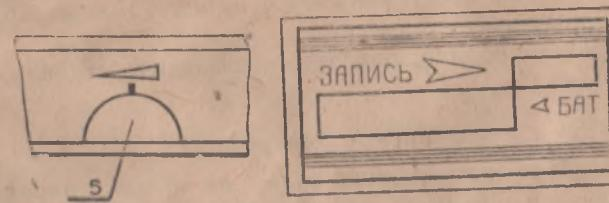

Рис. 6.
В режиме «Воспроизведение» индикатор показывает наличие напряжения источника питания. Положение стрелки на правом поле шкалы (малая шкала) индикаторного прибора (рис. 6) указывает на нормальное питание схемы магнитофона.
Нажмите на кнопку  $\Delta$  до фиксации и ручкой (5) рис. 6 с обозначением  установите нормальный уровень записи. Качественная запись обеспечивается при положении стрелки индикаторного прибора в пределах большой шкалы. При отклонении стрелки на малую шкалу запись будет производиться с искажениями.